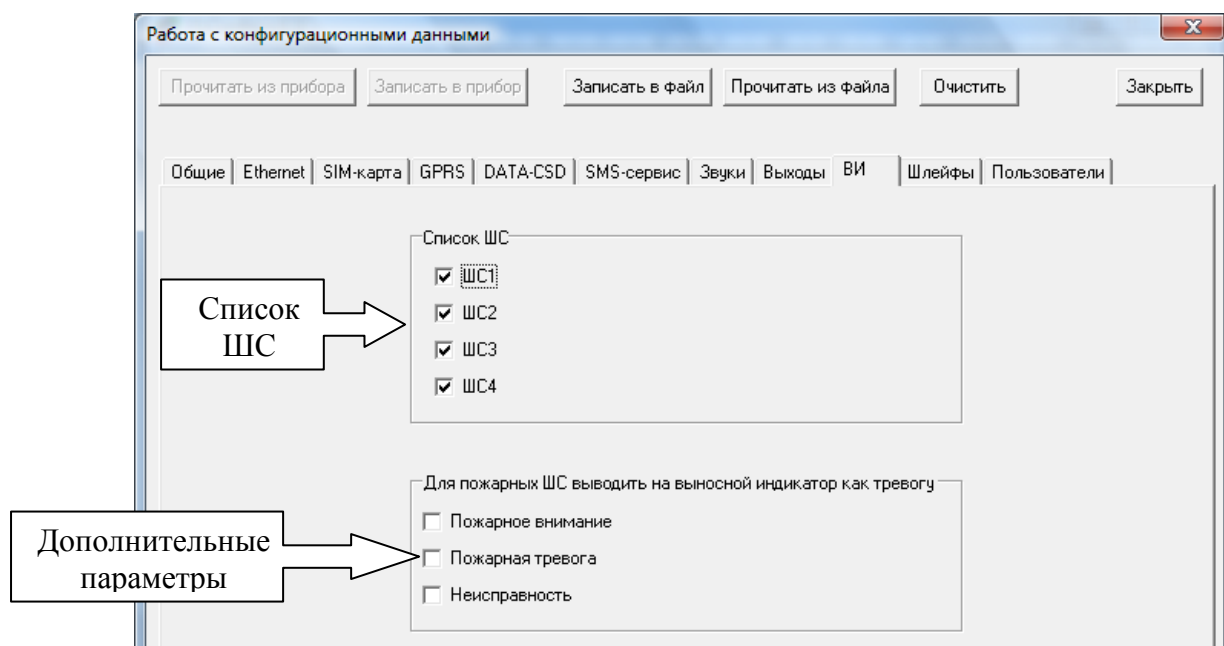

Рис. 13 – Вкладка ВИ
Предназначена для конфигурирования параметров работы выносного индикатора БВИ-8. Позволяет привязать срабатывание выносного индикатора (ВИ) к ШС прибора и определить дополнительные параметры срабатывания (рис. 13).
- вкладка «SIM-карта» - см. п. 3.3.3.1 и рис. 13.